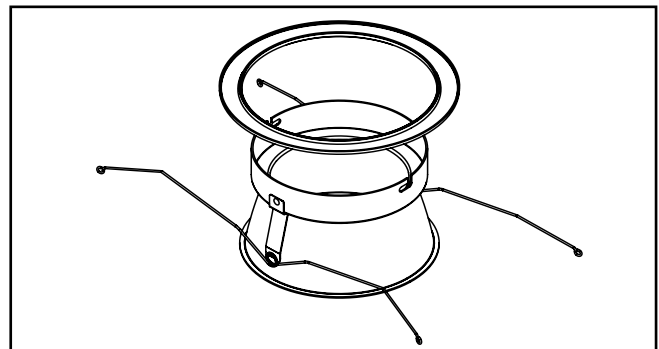

Figure 3.
1. Retirez la garniture inférieure de son emballage de protection. Retirez le plastique et jetez l'anneau de garniture. Retirez le moteur lumineux à DEL de son emballage de protection (Figure 3.).